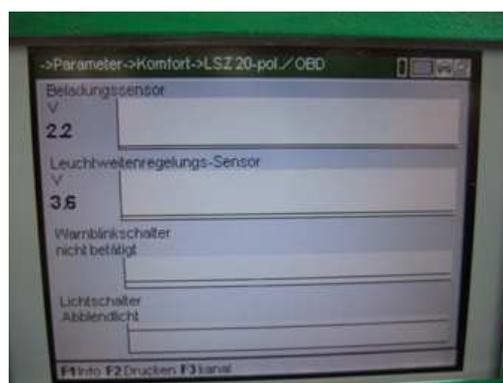

Fig. 3
6. Após a substituição, o valor do sensor anterior é de 2,2 Volt, portanto dentro do intervalo correcto (Fig. 3).